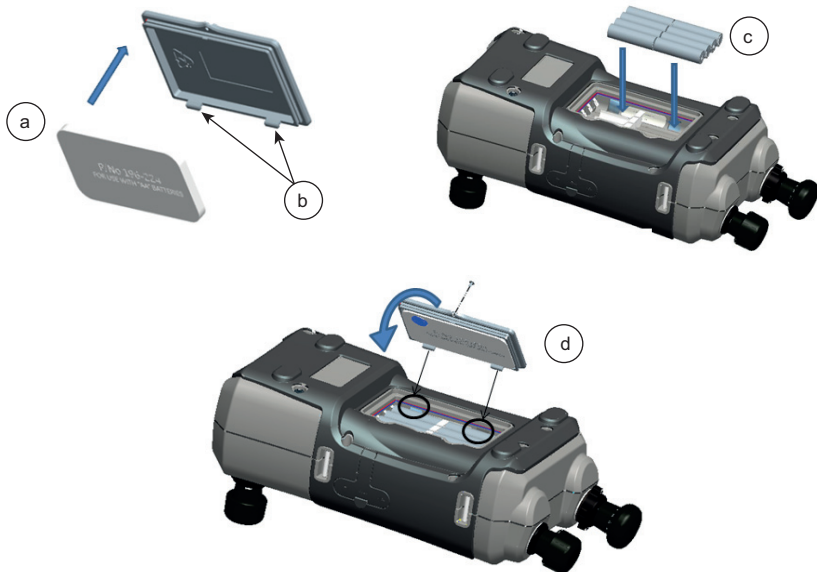

Abbildung 1-2: Trockenzellenbatterien einsetzen
7. Bringen Sie die Batteriefachabdeckung wieder an, indem Sie die Vorsprünge an der Abdeckung (b) schräg in die Schlitz (d) einsetzen und dann die Befestigungsschraube festziehen. (Siehe Abbildung 1-2.)